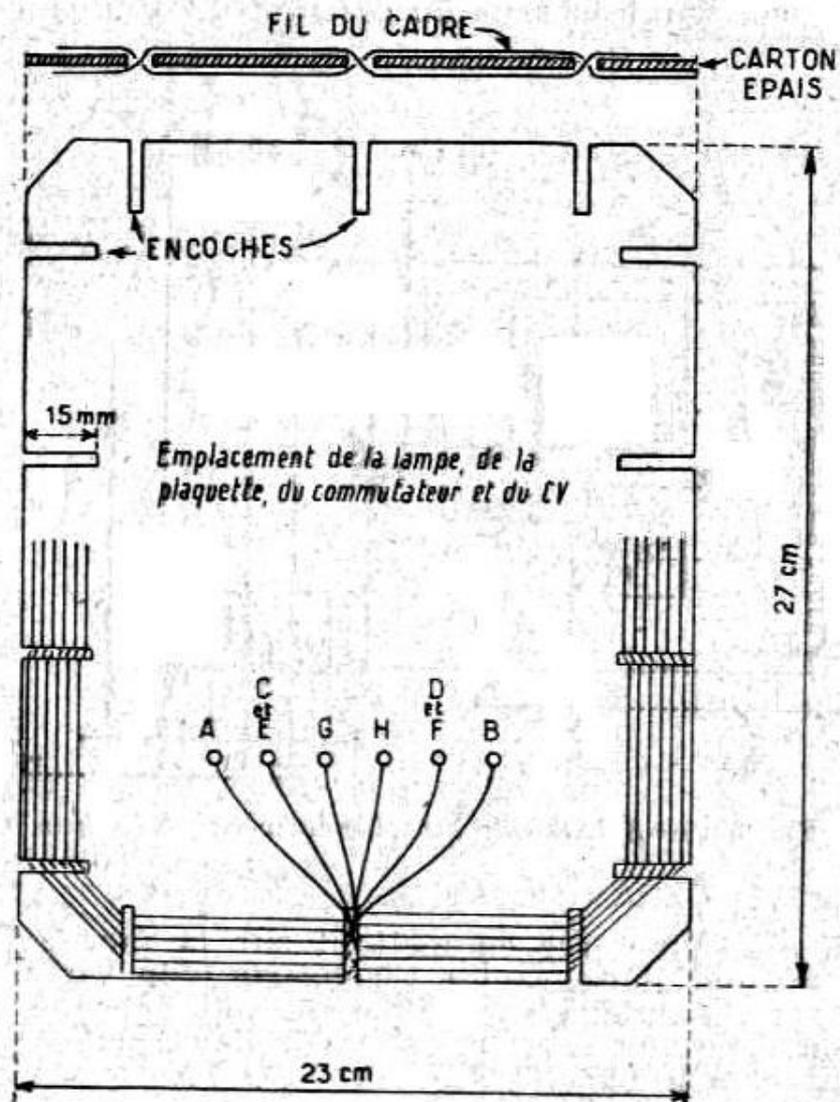

FIG. 91. — *Réalisation pratique des enroulements*
**Réalisation pratique.** — Sur un fort carton de 23 x 27 cm, on pratique des entailles, suivant **figure 91** et on bobine les quatre enroulements de 9 spires, toujours en fil de 3/10